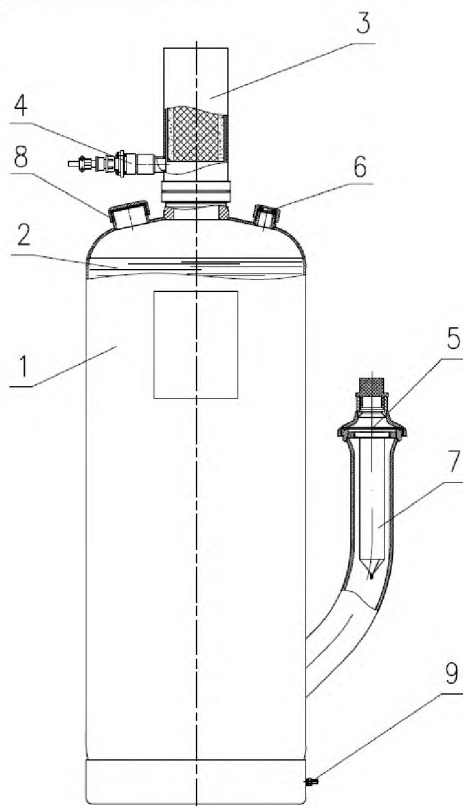

Рис.2. Устройство модуля пожаротушения тонкораспыленной водой «Буря 50ТРВ».
4.1. Модуль после сборки (рис. 2) представляет собой герметичную конструкцию, состоящую из стального корпуса 1, заполненного огнетушащим веществом 2, газогенератора 3, электровоспламенителя 4, разрывной мембраны 5, предохранительной мембраны 6. В направляющей горловине модуля установлен сетчатый фильтр 7. На верхней части корпуса имеется заливная горловина 8, на нижней - узел заземления 9.
В период эксплуатации модуля доливка ОТВ в модуль выполняется через заливную горловину (Рис.2). Для этого необходимо Открутить крышку заливной горловины, снять паронитовую прокладку, долить ОТВ через воронку, проконтролировать уровень ОТВ в соответствии с п. 7.3. Уложить паронитовую прокладку на заливную горловину, закрутить крышку. Опломбировать соединение «крышка-корпус модуля»